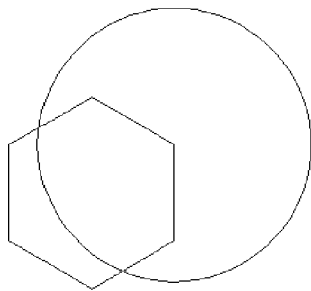

图 6-4 移动六边形
③ 单击【修改】工具栏 | 【旋转】按钮  旋转，选择绘制的六边形，指定六边形上任意一点为基点，在命令行输入旋转的角度 30，按回车键。
④ 单击【修改】工具栏 | 【移动】按钮  移动，选择绘制的六边形，移动至如图 6-4 所示位置。